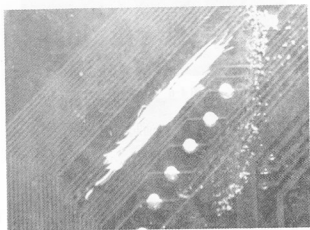

图 4-4 露出铜线
(1) 使用刀片把断线表面的漆刮去, 露出铜线, 如图 4-4 所示。